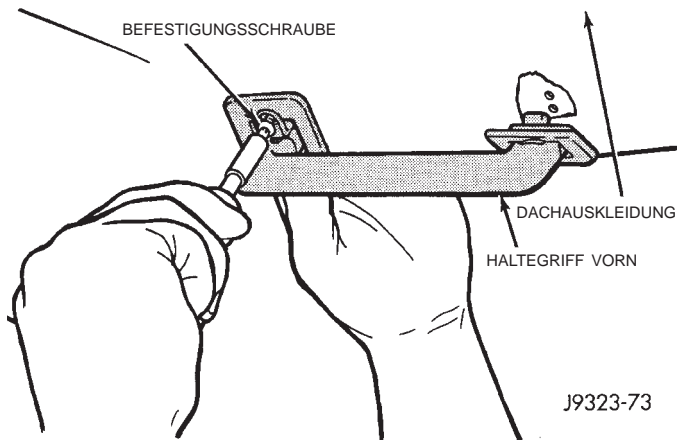

Abb. 42 Haltegriff
(1) Befestigungsschrauben lösen, mit denen der Haltegriff an der Dachauskleidung befestigt ist (Abb. 42).
(2) Haltegriff vom Dachblech abbauen.